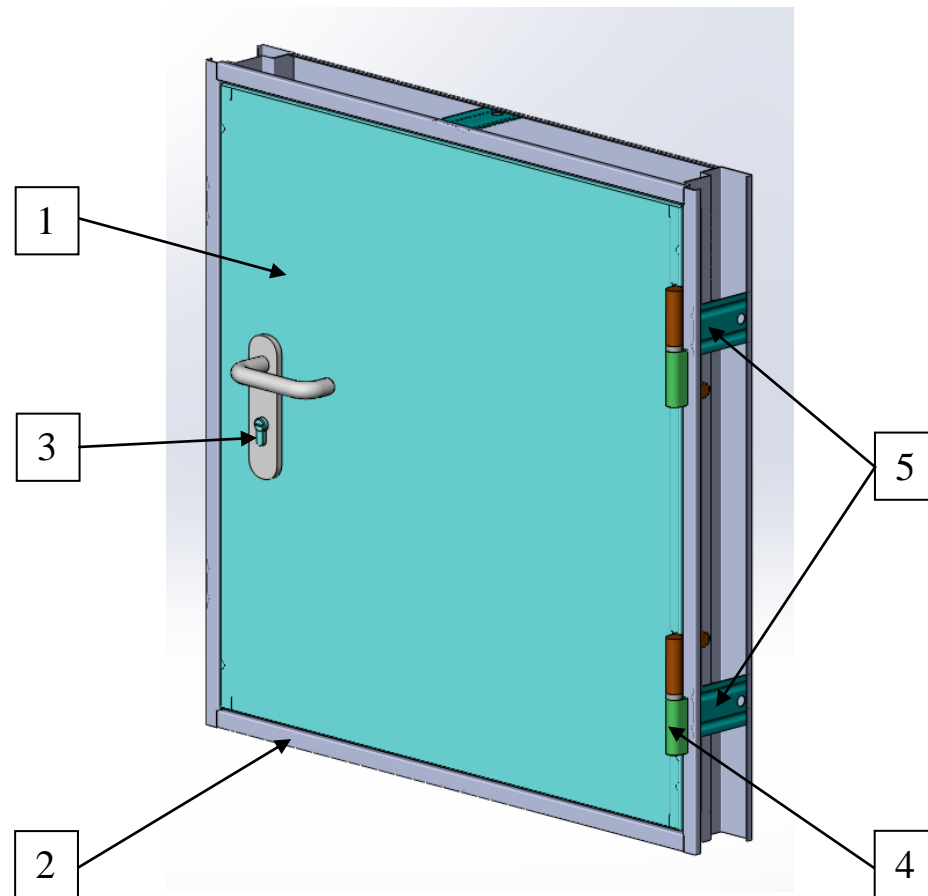

Рис. 1 - Люк ЛМП-60
- 6.1. Дверь (см. рис.1), содержит коробку (2), дверное полотно (1) с замком (3).